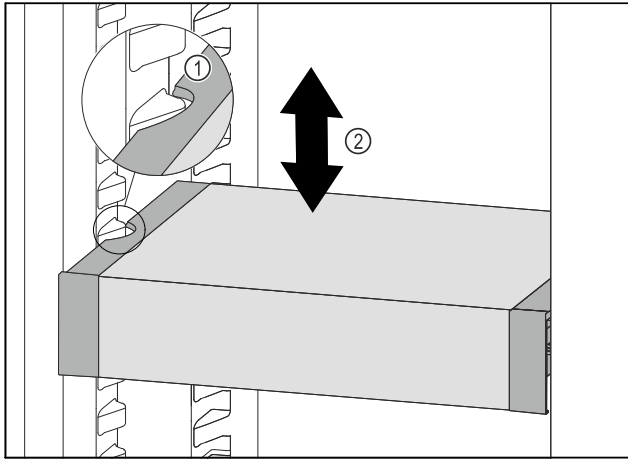

Fig. 146
- VarioSafe çekmecesini, VarioSafe çekmecesinin yandaki boşlukları soğutma bölümündeki yerleştirme çıkıntıları yüksekliğine gelene kadar öne doğru çekin. Fig. 146 (1)
- Soğutma bölümünde VarioSafe çekmecesini, istediğiniz yüksekliğe ulaşana kadar yukarı veya aşağı hareket ettirin. Fig. 146 (2)